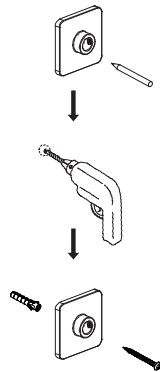

Abbildung 8
b) Montieren Sie die Wandhalterung ⑯ an der markierten Stelle (Abbildung 8). Decken Sie die thermostatische Duschstange ab, um Staub zu vermeiden. Verbinden Sie das Rohrverbindungsstück ⑤ mit dem Wandhalter und sichern Sie es mit dem Inbusschlüssel (Abbildung 9).